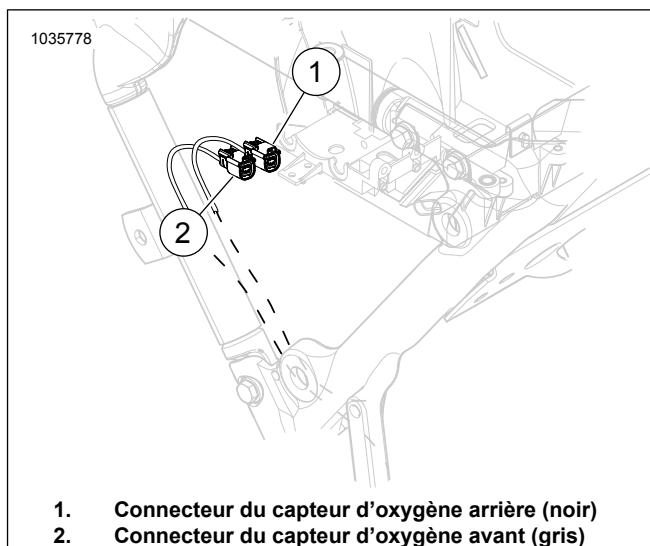

Figure 10. Emplacement du capteur d'oxygène avant et arrière.
Voir Figure 10. Débrancher les connecteurs de capteurs avant (2) et arrière (1).